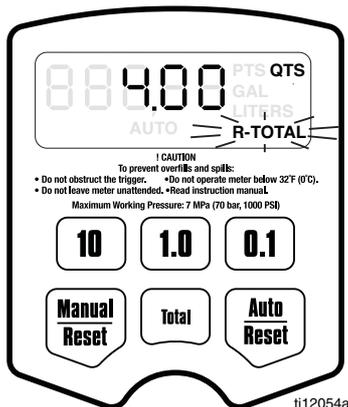

ABB. 24
3. Es stehen fünf (5) Einrichtungsmenü-Bildschirme zur Verfügung, die in einer vorgegebenen Reihenfolge gespeichert sind.
- a. Der erste angezeigte Bildschirm zeigt das Menü für die zurücksetzbare Gesamtmenge an (ABB. 24, Seite 17). Wenn das Menü angezeigt wird, blinkt R-TOTAL (G) in der unteren rechten Ecke des Bildschirms.
Zurücksetzbare Gesamtmenge (ABB. 24)